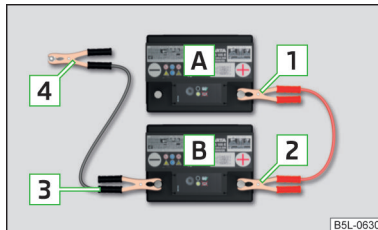

Abb. 230
- Die Klemme **1** am Pluspol der entladenen Batterie **A** » Abb. 230 befestigen.